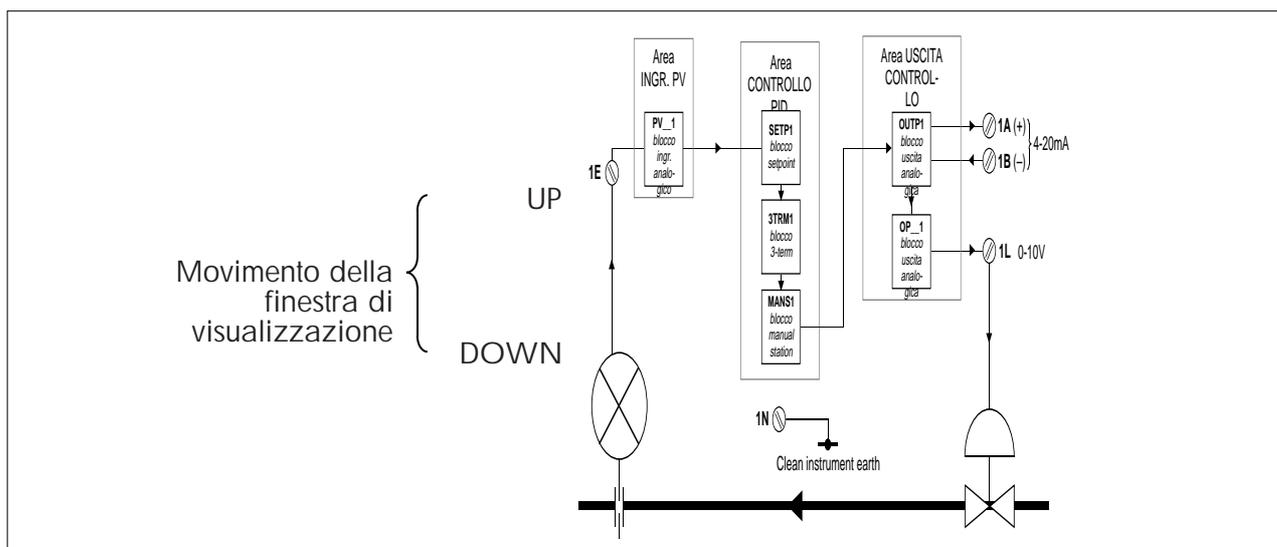

Fig. 3-9 Scorrimento ciclico di una lista
- 1 Scorrere il parametro L della lista corrente usando ▲ o ▼. L'azione di scorrimento e' ciclica, e i parametri possono essere raggiunti sia scorrendo verso il basso sia verso l'alto (Fig. 3-9)
- 2 Tenere premuti, o premere ripetutamente i tasti ▲ o ▼ per lo scorrimento ciclico automatico. Rilasciateli. Fig. 3-9 illustra come questi tasti possano spostare le finestre di visualizzazione attorno alle liste dei parametri.